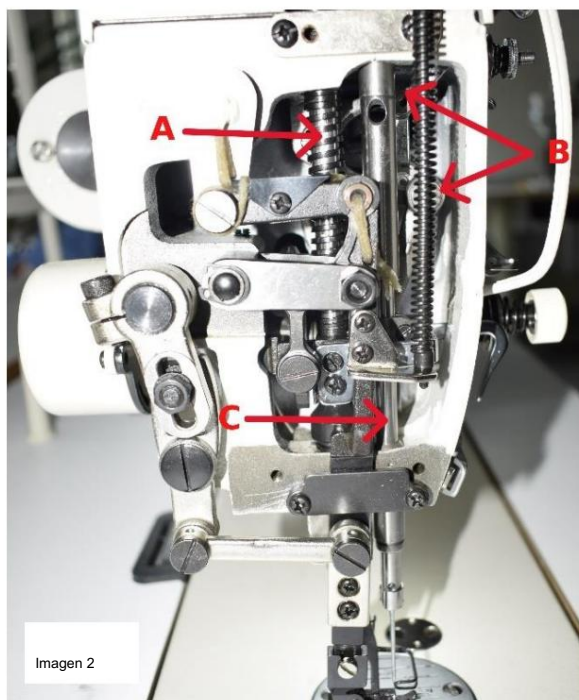

Imagen 2
Desmonte la tapa frontal y lubrique la barra prensadora (A), la articulación de la palanca tirahilos (B) y la barra prensadora (C). Aplique de 3 a 5 gotas de aceite M22 según la imagen 2.